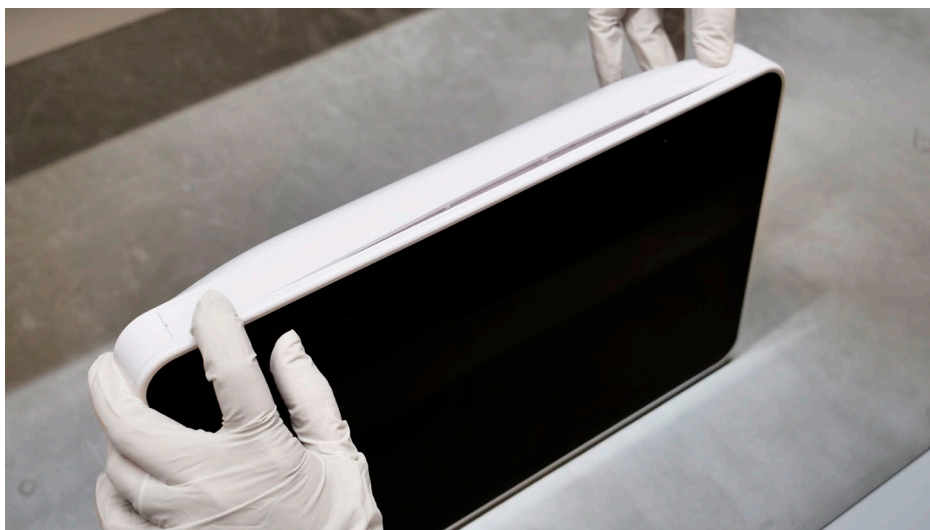

図 33 ネームプレートを取り付ける
f) 所定の位置にあるネームプレートを固定します (図 33 を参照)
最初にネームプレートの両端を固定します (図 33 を参照)。次に、ネームプレートの残りの部分を中央に向かって固定します。ネームプレートの Ambu ロゴは、ディスプレイ装置の前面から読み取れる必要があります。ネームプレートが破損している場合は、スペアパーツキットに付属している新しいものを使用してください。